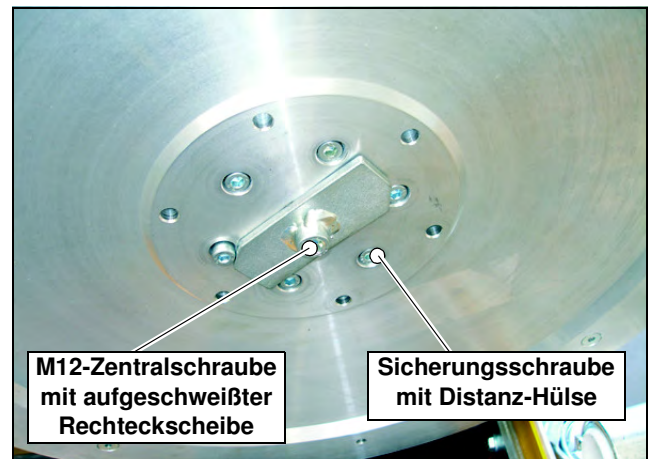

Bild 5.4 Montiertes Treibrad mit Sicherungsschraube
1. Schrauben Sie das Seilantriebsrad mit den sechs beiliegenden Zylinderschrauben M8x40 an den Motorflansch (Bild 5.4). Ziehen Sie die Schrauben kräftig an (Drehmoment-Tabelle in Abschnitt 8.4)!